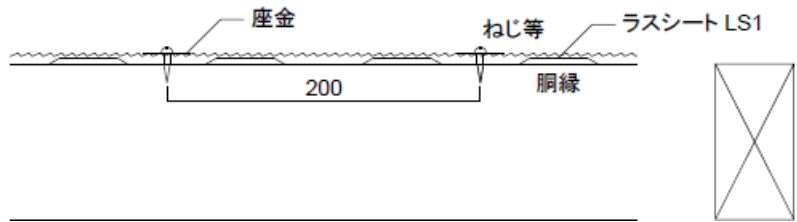

図 14 木造でのラスシート LS1 の留め付け
- ・木造でラスシート LS1 を使用する場合、座金付き N38 くぎ、または、座金付きドリリングタッピンねじを用い、図 14 に示す様に 200mm 以内の間隔で留め付けてください。木造でラスシート LS2 以上を使用する場合は、座金付き CN50 くぎ、または、座金付きド